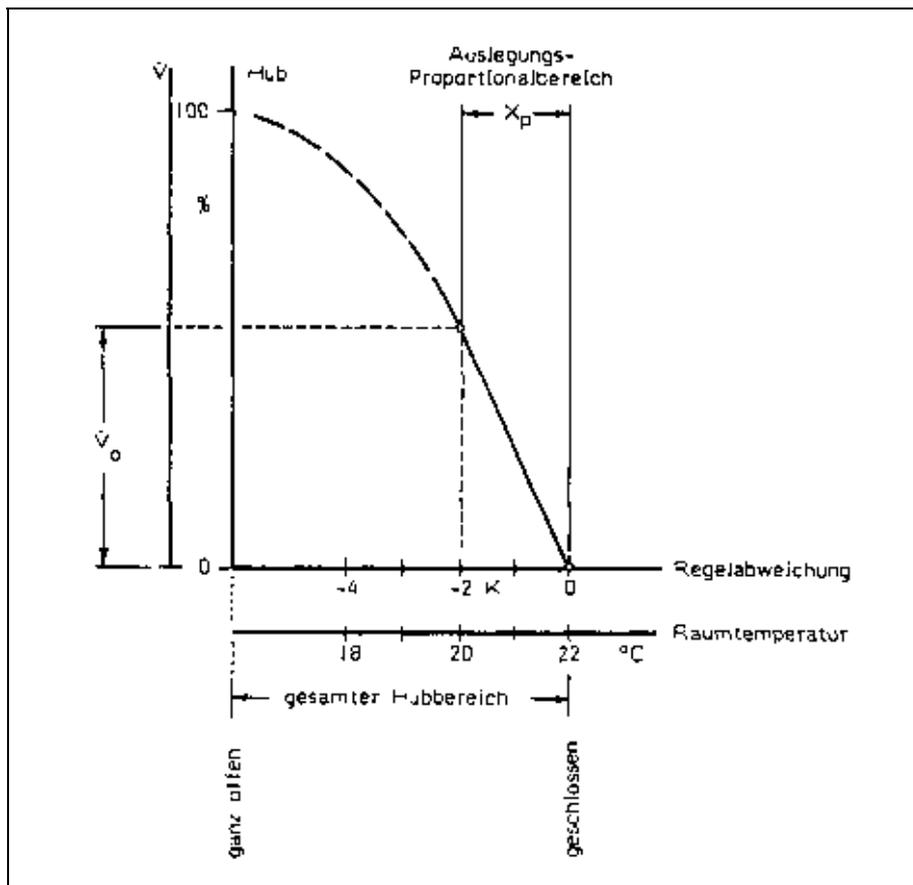

Bild 3: Öffnungskennlinie eines thermostatischen Heizkörperventils
Z.B. das in Bild 3 dargestellte Thermostatventil ist ein Ventil mit festem k_{VS} -Wert.